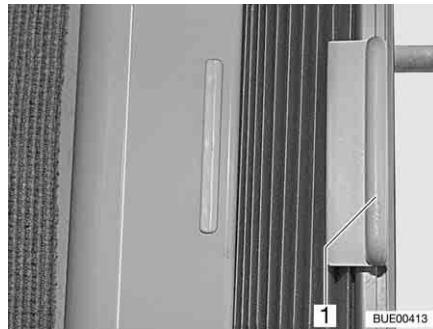

Fig. 36 Dispositif occultant plissé
- Tenir le dispositif occultant plissé par la poignée (Fig. 36,1) et pousser vers la gauche ou la droite.